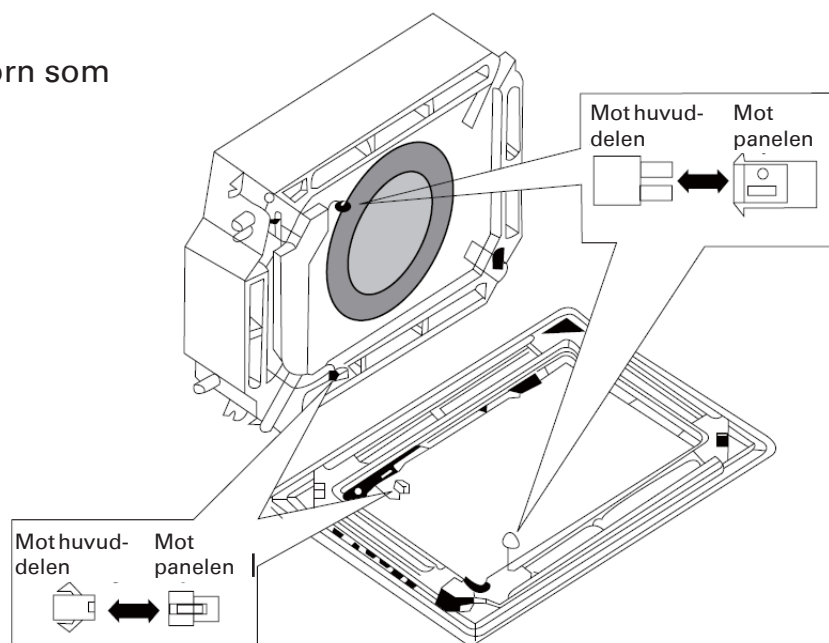

Fig.37
(4). Koppla in svängklaffmotorn som visas i Fig.37.